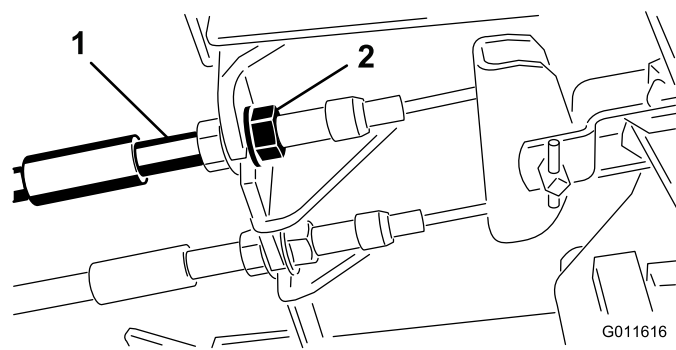

**Figura 84**
Ajuste os travões se o pedal do travão apresentar uma folga superior a 2,5 cm ou quando os travões não funcionarem de forma eficaz (Figura 84). Folga é a distância percorrida pelo pedal antes de se verificar qualquer resistência ao movimento.
2. Aperte a porca traseira para deslocar o cabo para trás até que os pedais dos travões apresentem uma folga de 0,63 a 1,27 cm antes de alcançar o bloqueio (Figura 84).